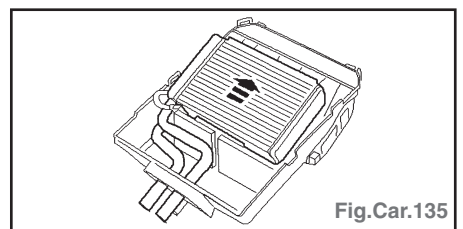

Fig.Car.135
- Déposer le radiateur de chauffage (Fig.Car.135).